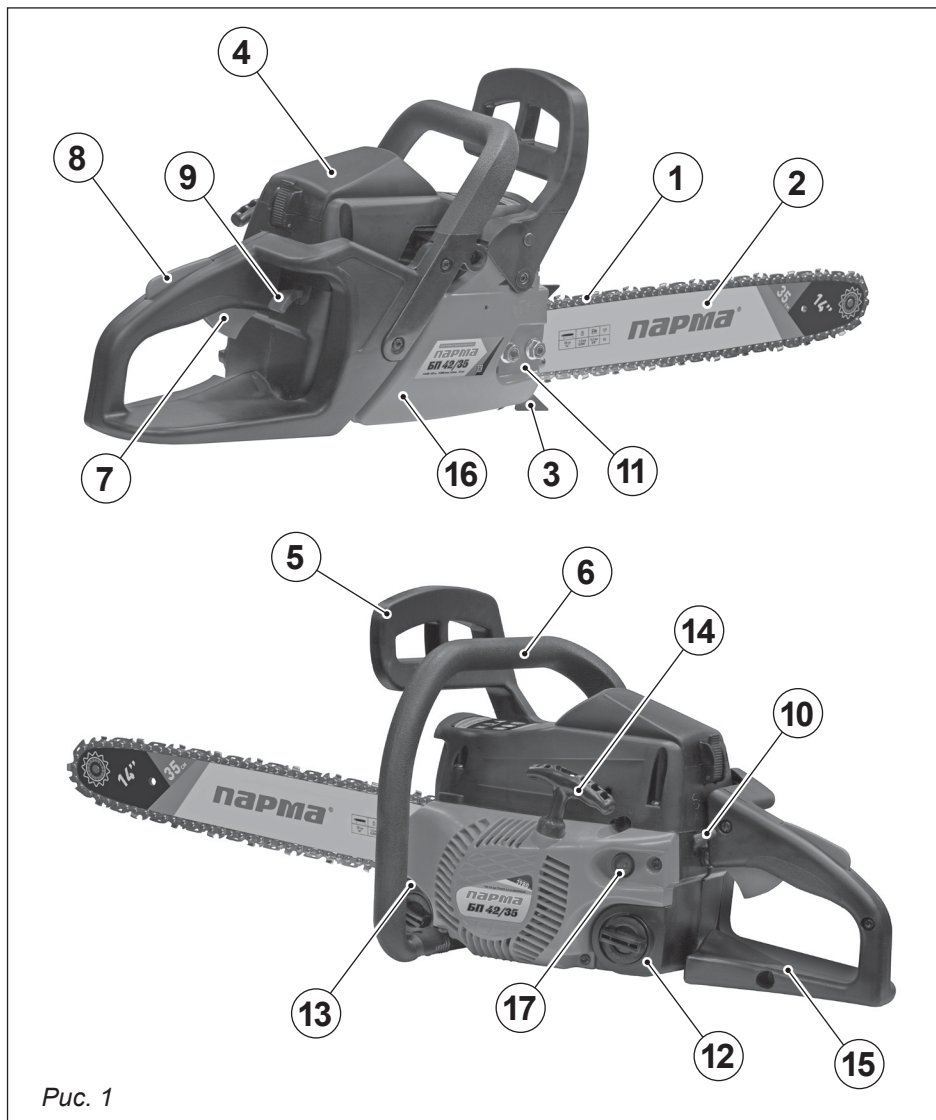

Рис. 1
**3. ОСНОВНЫЕ ЭЛЕМЕНТЫ БЕНЗОПИЛЫ (рис. 1)**